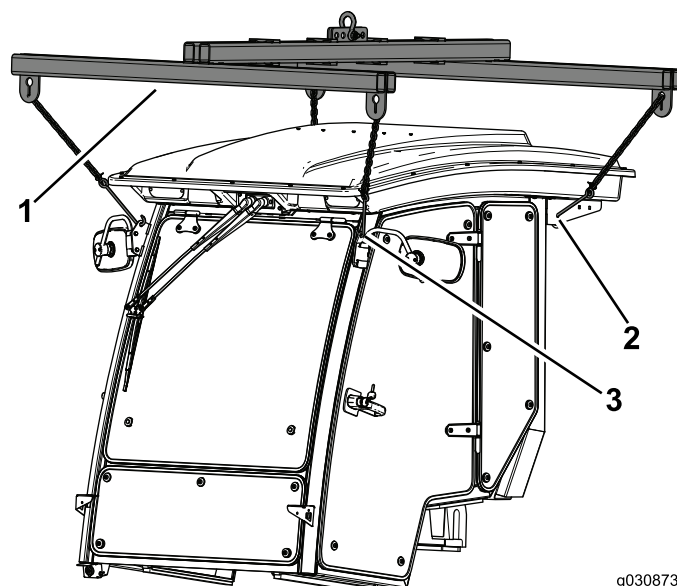

Bild 23
1. Stützen Sie die Kabine mit den vier Hebestellen über der Maschine ab (**Bild 23**).